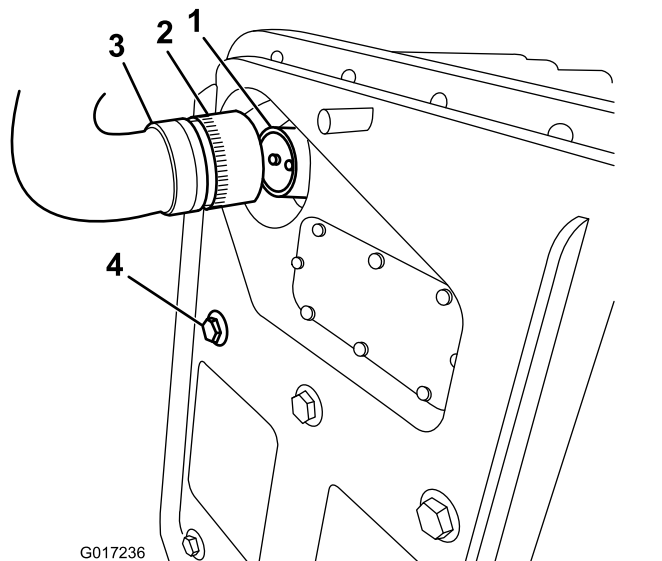
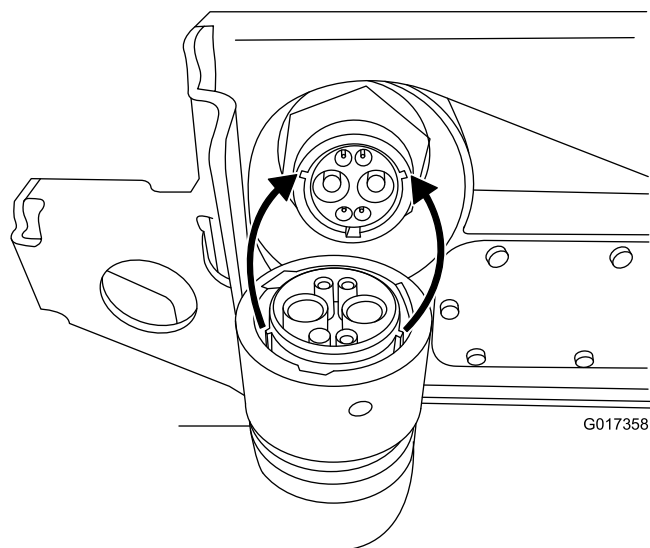

図 13
図 14
**注** ハーネスのコンネクタをバッテリーのコンネクタにしっかりと差し込む 図 13 と 図 14。